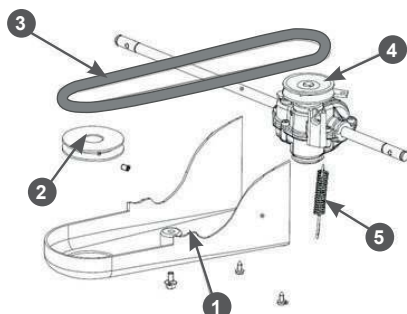

Рис. 27. Обслуживание ремня привода хода
5. Открутите винты крепления и снимите кожух защитный ремня 1 (Рис. 27).
вал двигателя ручным стартером, внимательно осмотрите ремень 3 привода хода на наличие трещин, разрывов, отслоения корда (Рис. 27). При обнаружении повреждений ремень необходимо заменить.
2. Открутите винты крепления и снимите кожух 1 защитный ремня (Рис. 27).
3. Снимите ремень 3 со шкива двигателя 2 (Рис. 27).
4. Снимите ремень со шкива редуктора 4 (Рис. 27).
5. Установите новый ремень сначала на шкив редуктора, затем на шкив двигателя. После этого убедитесь, что пружина 5 на месте и держит ремень в натянутом состоянии (Рис. 27).